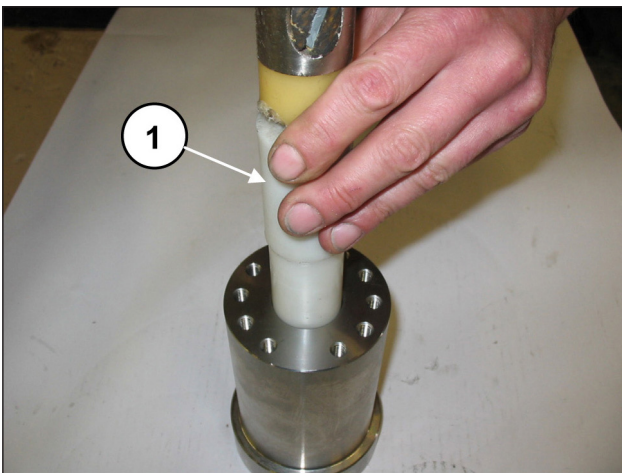
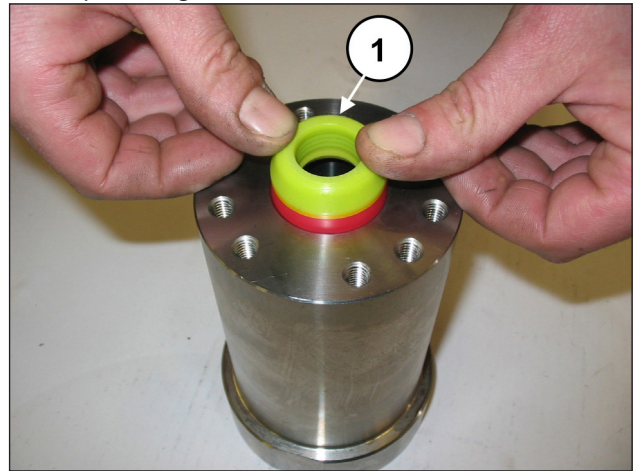
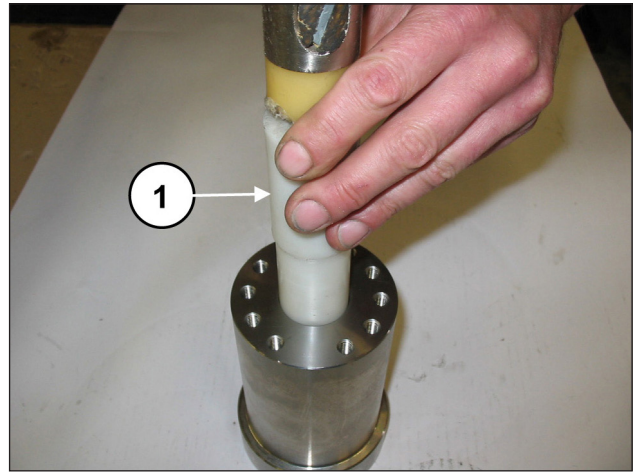

Fig. 117
Fig. 118
Fig. 119
Para garantizar una correcta posición axial del casquillo utilizar la herramienta (cód. 27921100 para SM14, cód. 27921200 para SM16, cód. 27921300 para SM18, cód. 27911200 para SM20, cód. 27911400 para SM22 y cód. 27911500 para SM24) (pos. ①, Fig. 117 y Fig. 118).
Introducir el paquete H.P. (alta presión) (pos. ①, Fig. 118); para evitar daños debido a la ligera interferencia entre la junta y la camisa, se recomienda utilizar la herramienta (cód. 27673200 para SM14, SM16 y SM18, y cód. 27673300 para SM20, SM22 y SM24) (pos. ①, Fig. 119).